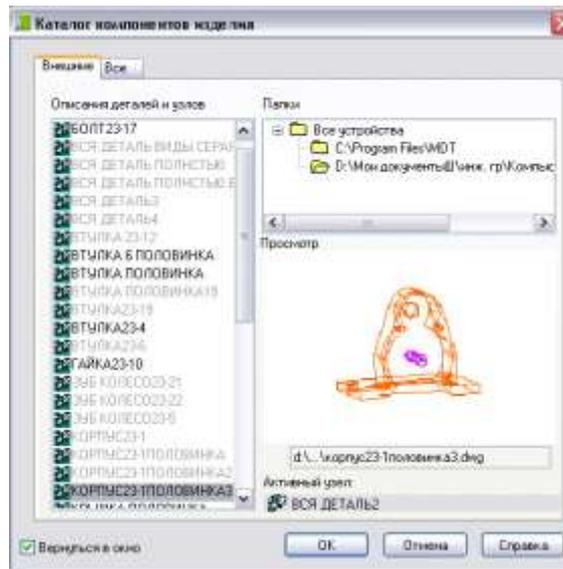

Рис. 58
**Использование внешних компонентов в узле.** Компоненты, вставляемые в конструкцию узла, могут храниться в других файлах деталей. Такие компоненты называют *внешними*. Изменение конструкции внешнего компонента (детали) влечет за собой автоматическое обновление всех его вхождений в другие рисунки. Поскольку эти детали внешние, их можно использовать многократно. Для удобства доступа к компонентам, одновременно используемым в нескольких различных конструкциях, их рисунки рекомендуется помещать в специальную библиотечную папку диска. Внешние компоненты могут быть вставлены в узел на любом этапе. Для вставки внешних компонентов используется меню **Узел** ⇒ **Каталог**. В появившемся диалоговом окне (рис. 58) необходимо добавить нужные файлы для узла. В списке **Описание деталей и подузлов** на вкладке **Внешние** появляется перечень всех файлов рисунков. Необходимо выделить нужное описание и дважды щелкнуть, чтобы вставить деталь в рисунок узла. Также можно щелкнуть правой кнопкой мыши на описание в каталоге и выбрать **Вставить**.